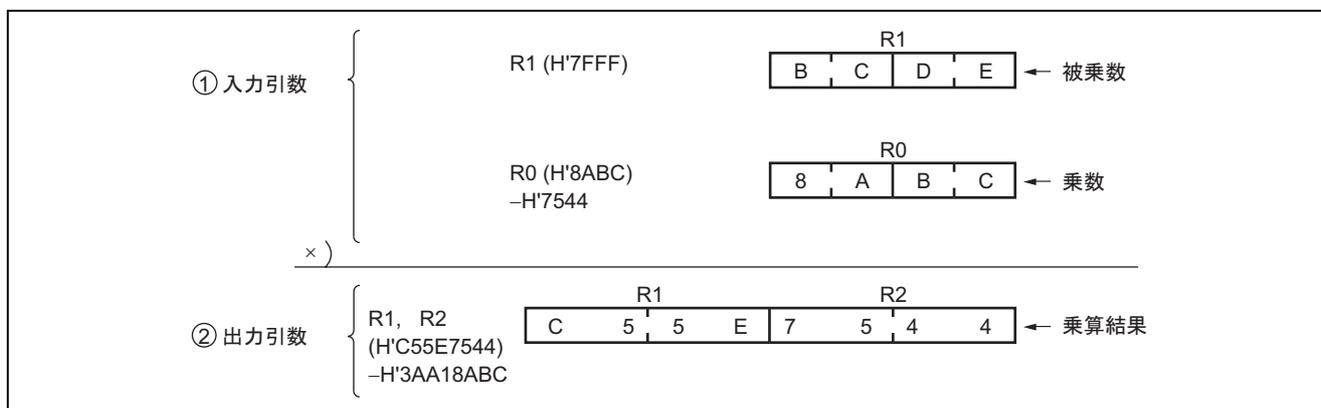

図 1 ソフトウェア SMUL の実行例
2. 図 1 にソフトウェア SMUL の実行例を示します。